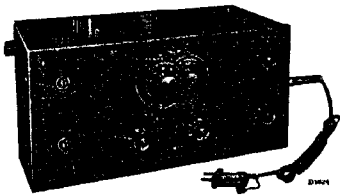

fig. 4
1. Een service-oscillator (G.M. 2880, fig. 4), een kunstantenne voor 200—3000 m. (200 μ F, 25 μ H en 20 Ohm) en een kunstantenne voor 14—200 M. (400 Ohm).